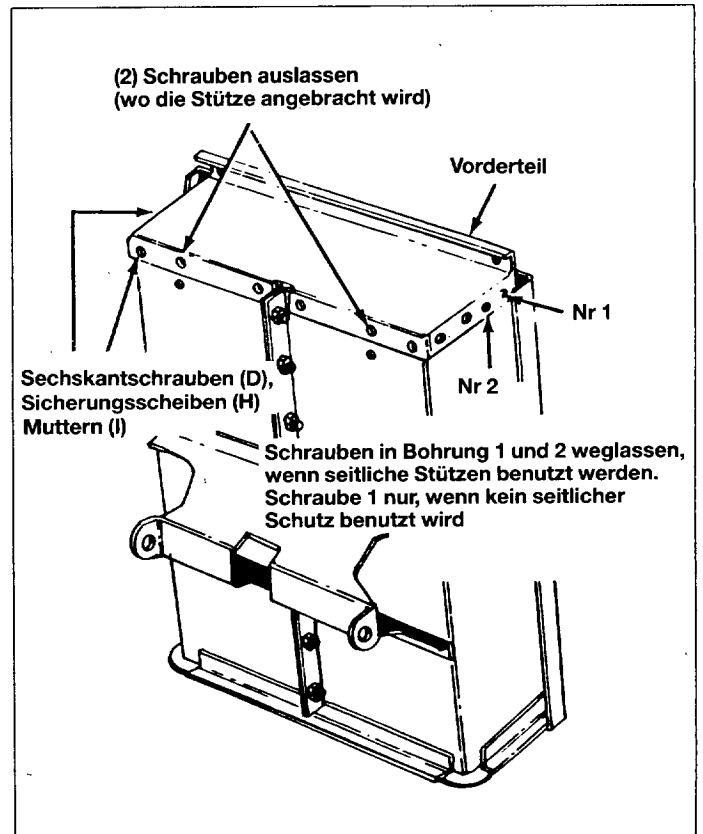

Bild 8
13. Die Vorderwand am offenen Teil des Wagens anbringen, 6×12 mm Sechskantschrauben (D), Sicherungsscheiben (H) und Muttern (I) benutzen. Schraubenköpfe zur Innenseite des Wagens hin. Siehe Bild 8.
ACHTUNG! Schrauben in Bohrung 1 und 2 weglassen, wenn seitliche Stützen benutzt werden. (Zusatzausrüstung) Siehe Bild 8.